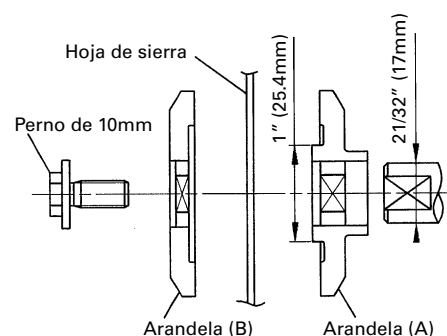

Fig. 44-d
- (7) Presione el bloqueador del huso y apriete el perno de 10mm girándolo hacia la izquierda con la llave de accesorio estándar (llave de 17mm), como se indica en la Fig. 44-c.